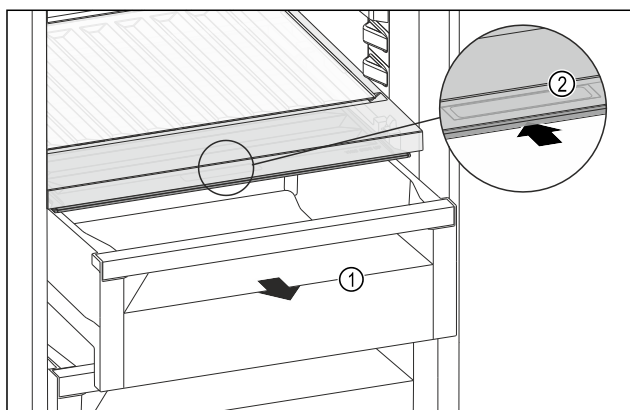

Fig. 174
- ▶ Извлеките выдвижной ящик Fig. 174 (1).
- ▶ Возьмитесь за утопленную ручку Fig. 174 (2) на крышке отделения и одновременно введите крышку отделения назад.